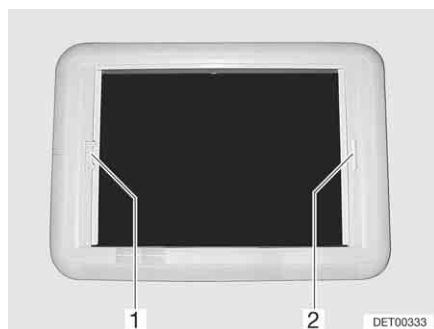

Fig. 70 Lanterneau Heki, verrouillage du store
- Tirer sur la poignée (Fig. 70,2) du store occultant jusqu'à toucher la poignée de la moustiquaire (Fig. 70,1) située vis-à-vis et la laisser s'enclencher.
- Avec l'autre main, tenir la poignée de la barre de déverrouillage de la moustiquaire (Fig. 70,1) dans la direction de la poignée. Le dispositif de verrouillage sera alors débloqué.
- Tirer sur la poignée (Fig. 70,1) de la moustiquaire jusqu'à toucher la poignée du store occultant (Fig. 70,2) située vis-à-vis et la faire s'enclencher.
- Tenir la moustiquaire (Fig. 70,1) par la poignée et pousser la barre de déverrouillage en direction de la poignée. Le dispositif de verrouillage sera alors débloqué.